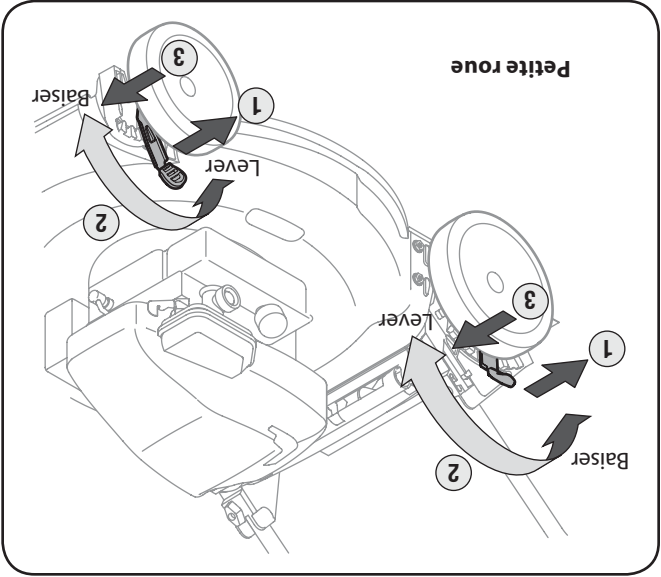

Figure 3-10
- 2. Placez la manette à la position désirée pour changer la hauteur de coupe. Voir les Figures 3-10 et 3-10A.